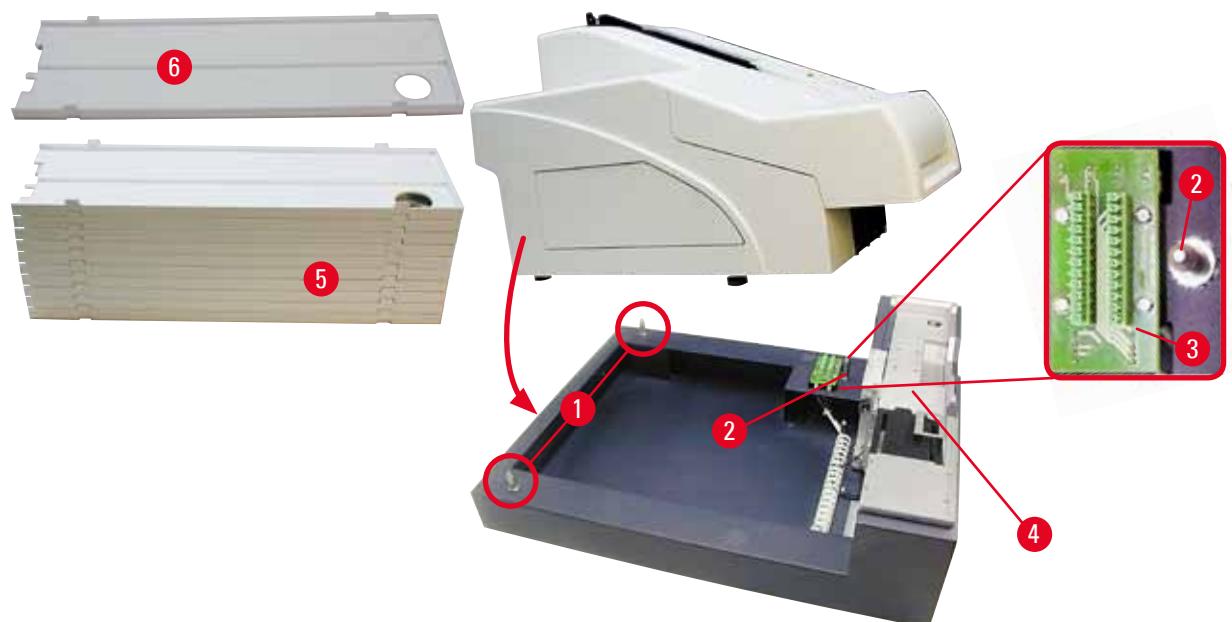

Fig. 12
3. Tenir l'imprimante par les côtés (droit et gauche) et la positionner de sorte que les deux boulons arrière (→ "Fig. 12-1") s'insèrent d'abord dans le socle, comme illustré sur la (→ "Fig. 12").